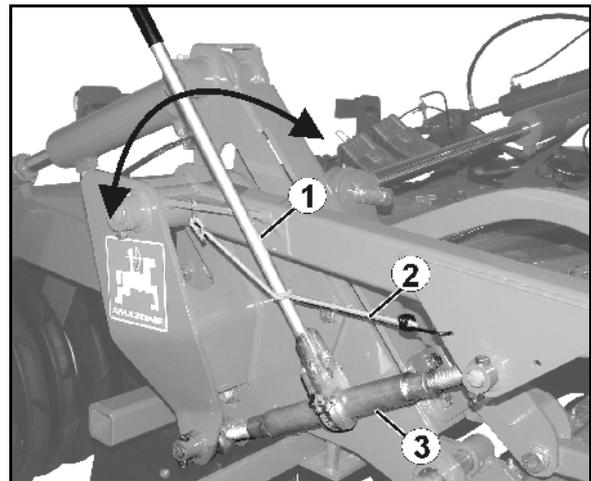

Fig. 39
1. Handhebel (Fig. 39/1) vom Spannband (Fig. 39/2) lösen.
4. Spindel (Fig. 39/3) über den Handhebel verlängern / kürzen.